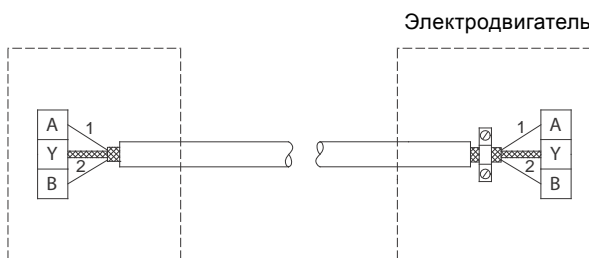

Рис. 13 Подключение 2-жильного экранированного кабеля
- Если при установке старого насоса применялся экранированный 2-жильный кабель, подключение выполняют, как показано на рис. 13.